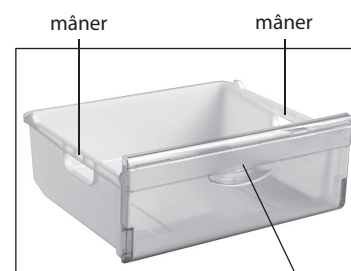

Figura 4 – Sertar
1.8 Sertarele CC au câte un mâner pe panoul frontal pentru a facilita încărcarea și descărcarea produselor, și mâner pe părțile laterale (cu excepția sertarului de jos) pentru deplasarea în afara frigiderului, în conformitate cu figura 4.